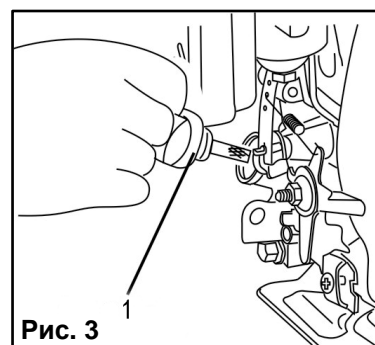

Рис. 3
- Отверните крышку масляналивной горловины (1)(См. Рис.3) из картера двигателя, достаньте щуп.
- Если уровень масла меньше нижней линии (L) на щупе, долейте масло до верхней линии (H).